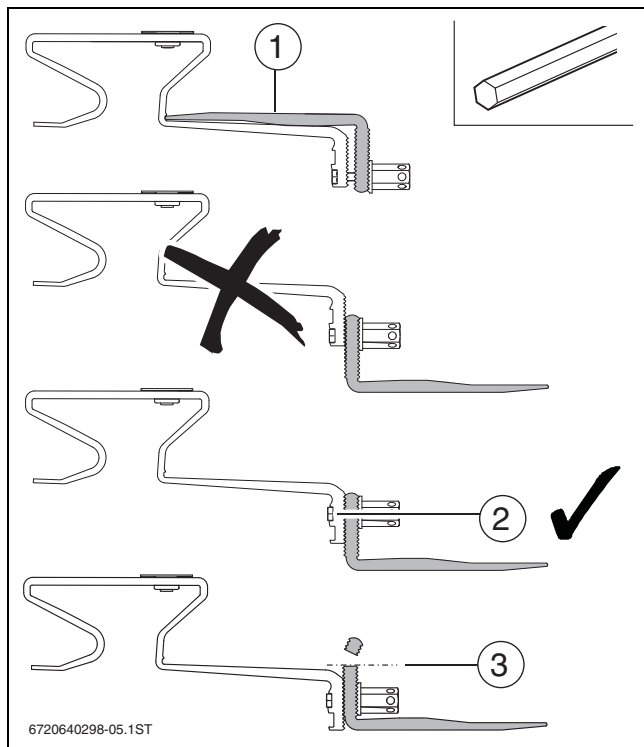

Bild 17 Sparrenanker vorbereiten
- Dachhaken-Unterteil in das obere Loch des Dachhakens umstecken. Mutter noch nicht festdrehen (→ Bild 17).